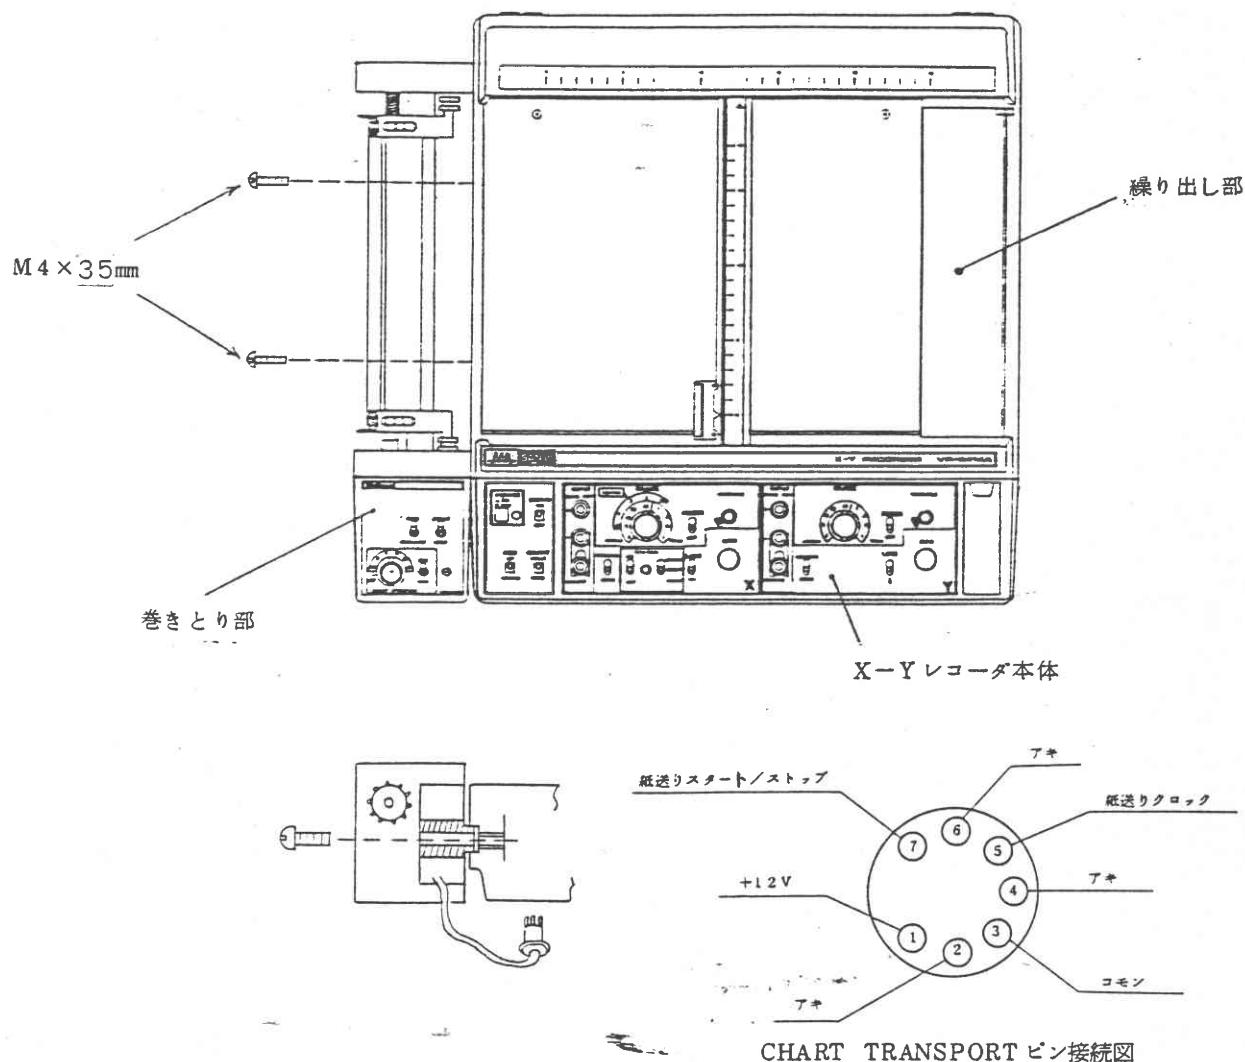

図1. 巾とり部の取りつけ方法
- ① 巾とり部は本体左側面の2ヶ所の段付長穴部へ巻きとり装置の凸部をはめ込むように取付けます。
- ② M4×35mm のネジ2本により図1のようにとりつけます。
- ③ 巾とり部のコネクターを本体の底にある「CHART TRANSPORT」の穴にさし込みます。